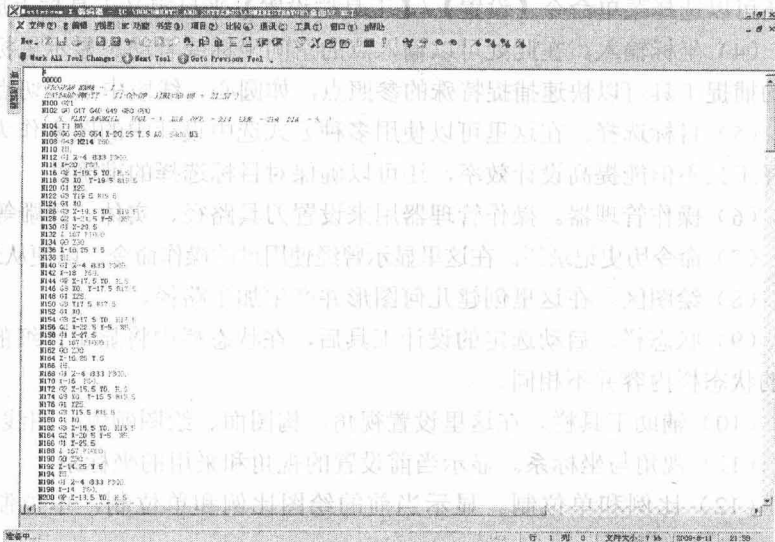

图 1-31 NC 程序
(2) 随后弹出【另存为】对话框, 设置文件名后, 保存如图 1-31 所示的 NC 程序。